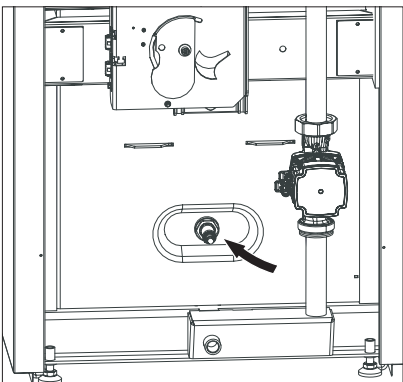

Fig. 72 Lambdasonde abstecken und heraus drehen
- ▶ Lambdasonde abstecken und mittels Gabel-Schlüssel (SW 22) heraus drehen (Fig. 72). Verunreinigungen vorsichtig mit einem Pinsel oder weichem Tuch entfernen.